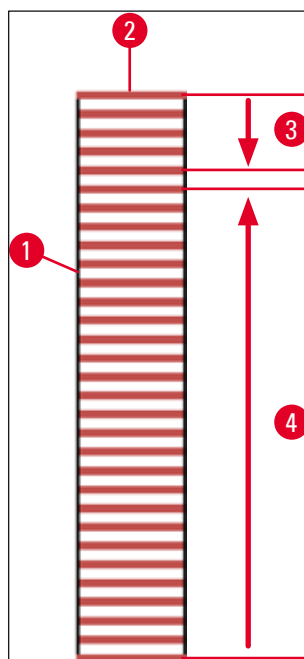

Fig. 74
De 5 første platene påsettes alltid dekkglass først for å forhindre at objektglass tørker ut under behandling. Deretter beveger stativet seg oppover og fortsetter påsettingen av dekkglass med det siste objektglasset i stativet (→ Fig. 74).
- Den skjematiske visningen (→ Fig. 74) av et stativ (→ Fig. 74-1) med brukte objektglass (→ Fig. 74-2) viser sekvensen under behandlingen.